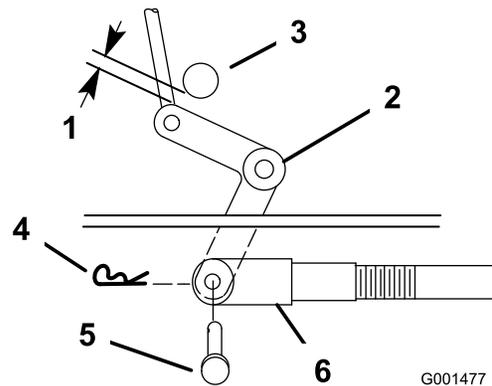
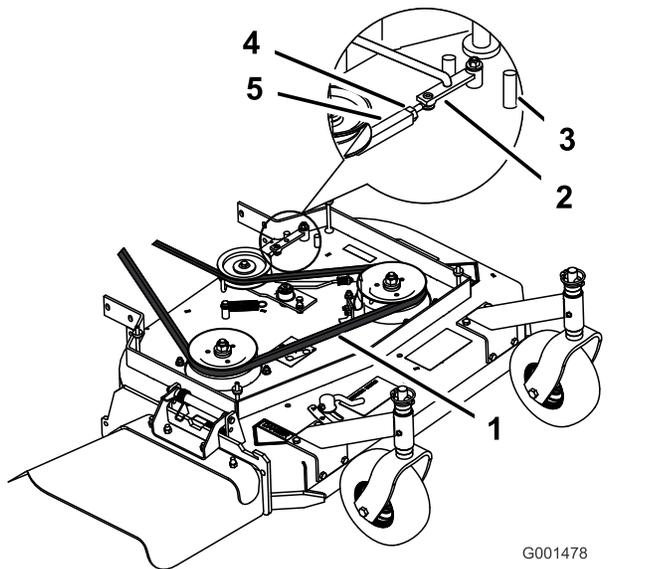

Figura 42
Figura 43
9. Compruebe la distancia entre la palanca acodada y el eje de salida de la transmisión (Figura 42).
11. Gire la horquilla en el sentido de las agujas del reloj para aumentar la distancia; gírela en el sentido contrario para reducirla (Figura 42).
Nota: Si el brazo auxiliar no entra en contacto con el tope delantero de la plataforma del cortacésped (Figura 43), ajuste la horquilla para acercar la palanca acodada al eje de salida de la transmisión (Figura 42).